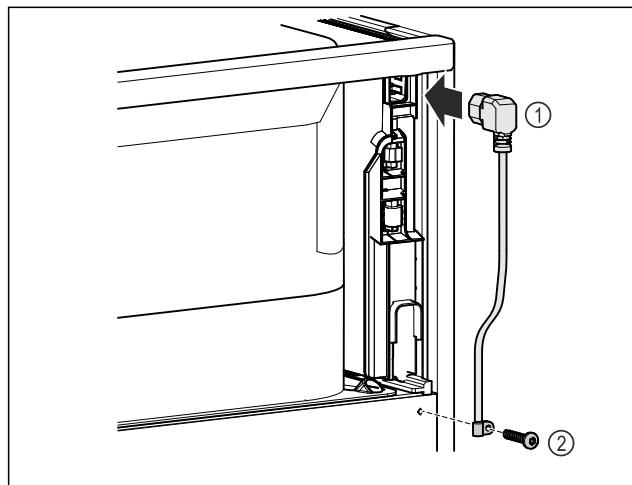

Fig. 11
- Вставьте разъем сетевого кабеля, предназначенный для устройств, не выделяющих тепла, Fig. 11 (1) с задней стороны устройства.
- Установите приспособление для разгрузки натяжения кабеля. Fig. 11 (2)